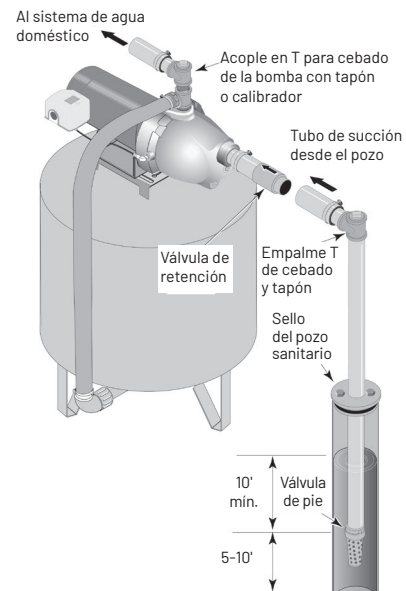

Figura 2: Instalación de encamisado de pozo
2. Ensamble la válvula de pie, la trampa de pelos y la tubería del pozo (Figura 2). Verifique que la válvula de pie funcione libremente.
4. Instale el acople en T de cebado, el tapón de cebado y la tubería de succión a la bomba (Figura 2) Conecte la tubería del pozo al puerto de succión de bomba, utilizando la menor cantidad posible de conexiones, especialmente codos, ya que las conexiones aumentan la fricción en la tubería. Incluya una válvula de pie (Figura 2). La tubería de succión debe ser al menos tan grande como el puerto de succión de la bomba. Use cinta de PTFE para sellar roscas de tuberías en las juntas roscadas de la tubería.